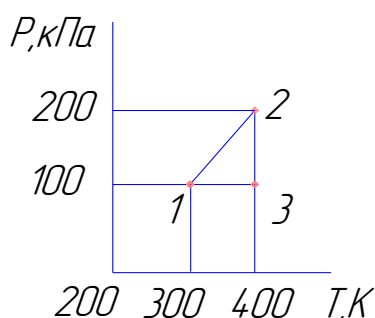

Рис.1
4. На *PT*-диаграмме изображен замкнутый процесс, который совершает некоторая масса кислорода (рис.1). Известно, что максимальный объем, который занимал газ в этом процессе, $V_{\text{max}} = 16,4 \text{ дм}^3$. Определить массу газа и его объем в точке 1. Значения T_1 , T_2 , P_1 и P_2 указаны на рисунке.